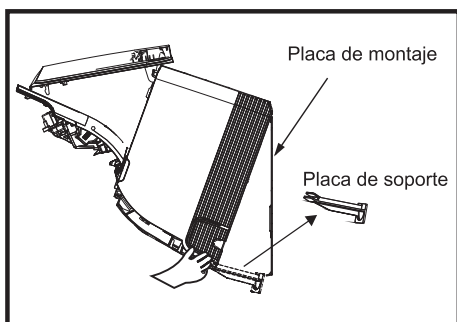

Fig. 19
9) Retire la placa de soporte como se muestra en la Fig. 19. A continuación, mueva la unidad paso a paso para conseguir la mejor instalación y, después, presione las 2 hebillas del conducto de aire en las 2 ranuras de la placa de montaje